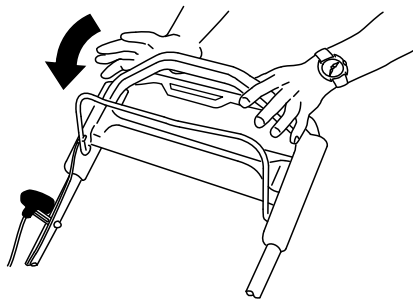

Figuur 21
3. Houd de bedieningsstang van het maimes tegen de handgreep (Figuur 21).